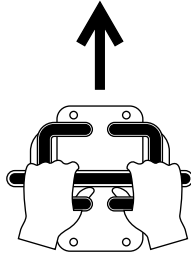

Bild 10
- Bewegen Sie beide Fahrtriebshebel nach vorne, um vorwärts zu fahren (Bild 10).